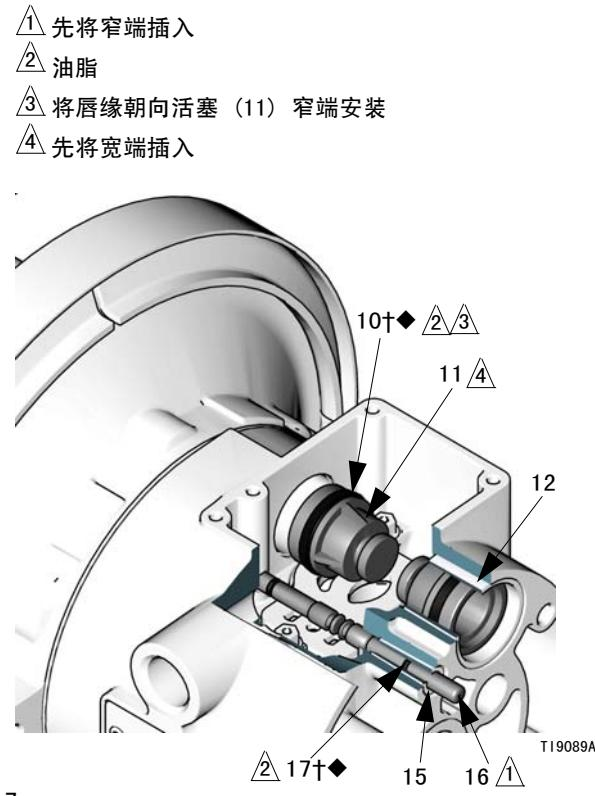

图 7
4. 将 2 个传动器活塞 (11) 从轴承 (12) 中拉出。从活塞中卸下 U 形环垫圈 (10)。将导向销 (16) 从轴承 (15) 中拉出。从导向销中卸下 O 形圈 (17)。见图 7。
6. 检查轴承 (12, 15) 情况。见图 7。轴承带有锥度，如果已损坏，必需从外侧卸下。这需要拆卸流体部分。见第 24 页。
4. 在每个导向销 (16) 上安装一个 O 形圈 (17†◆)。润滑导向销和 O 形圈。将导向销插入轴承 (15)，窄头先入。见图 7。
5. 将 U 形环垫圈 (10†◆) 安装到各传动器活塞 (11) 上，以使垫圈唇缘朝向活塞窄端。见图 7。
6. 润滑 U 形环垫圈 (10†◆) 和传动器活塞 (11)。将传动器活塞插入轴承 (12)，宽头先入。露出活塞窄端。见图 7。